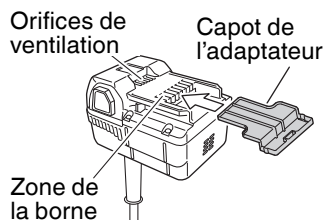

Fig. 16
- Fixez le capot sur l'adaptateur pour le ranger afin d'éviter les court-circuits (Fig. 16)